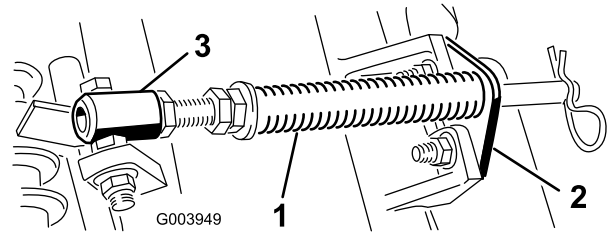

Bild 4
- A. Nehmen Sie die zwei Schlossschrauben und Muttern ab, mit denen die Stangenhalterung an den Nasen der Schneideinheit befestigt ist (**Bild 4**).
- B. Nehmen Sie die Bundmutter ab, mit denen die Schraube des Federrohrs an der Trägerrahmennase befestigt ist (**Bild 4**). Nehmen Sie das Bauteil ab.
Hinweis: Positionieren Sie den Schraubenkopf zur Außenseite der Nase, wie in **Bild 4** dargestellt.